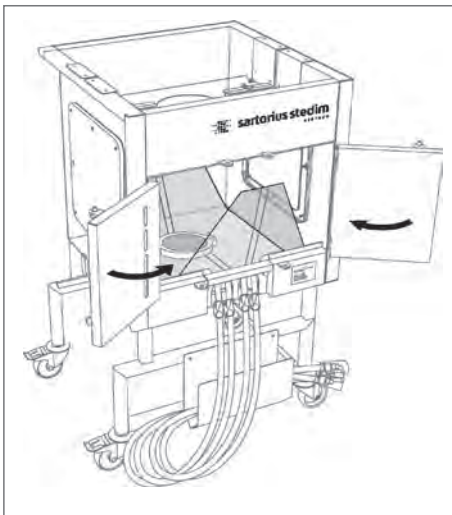

Abbildung 51
13. Schließen Sie die vordere Klapptür und arretieren Sie die Sicherungen (siehe Abb. 51). Beginnen Sie mit dem Befüllen des Bags erst, nachdem die Tür geschlossen ist.